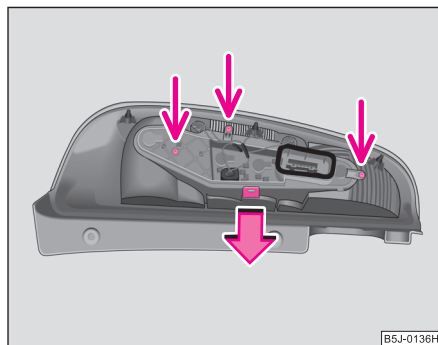

Fig. 192 Desmontaje de la parte central de la unidad de luces posteriores
- Para poder acceder a las bombillas, desenroscar la parte central de la unidad de luces posteriores y presionar la lengüeta de sujeción a un lado ⇒ fig. 192.
- Volver a atornillar la parte central de la unidad de luces posteriores a la carcasa ⇒ fig. 192.